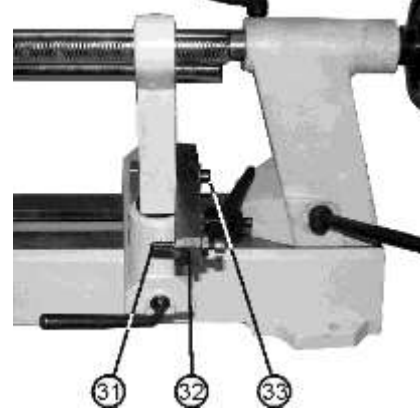

Рис.9
5.8. Установка плиты шаблона (Рис.9)